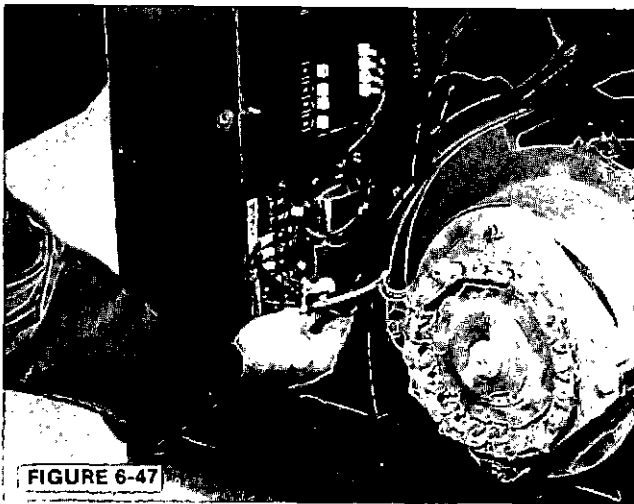

FIGURE 6-47
4. Contrôler les supports du stator du PMG et du stator de l'excitatrice. S'assurer qu'ils sont lisses, propres, qu'ils n'ont pas de trous et qu'ils ne sont pas oxydés car cela pourrait empêcher un alignement correct (figure 6-47 et 6-48)
4. Rebrancher les fils de l'excitatrice, les fils du PMG et les autres équipements suivant les schémas de câblage et les repères mis avant le démontage. (Voir Figure 6-47 et les schémas de raccordement.)